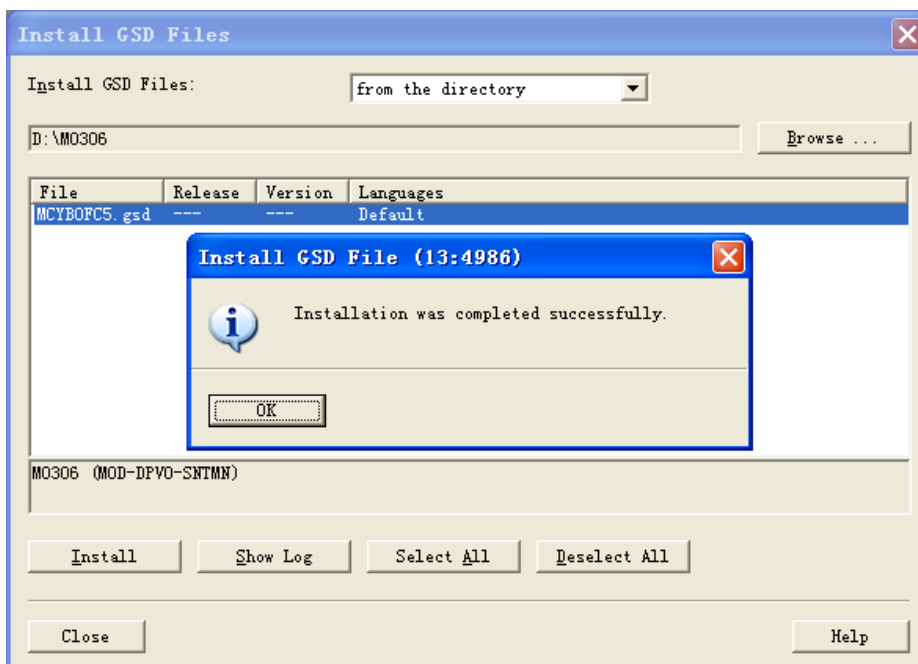

图 4.38 安装 GSD 文件成功
- b) 点击“Browse...”，选择 GSD 文件所在路径，会罗列出当前路径下的所有 GSD 文件。选择需要导入的 GSD 文件“MCYB0FC5.gsd”，然后点击“Install”。一直点击“Yes”，直到出现下图 4.38 为止：